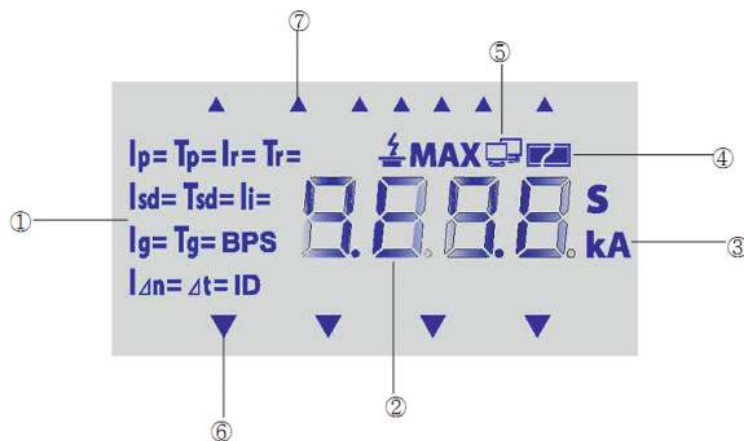

Рисунок 5 – Жидкокристаллический дисплей MR8.0
4.2.3.2 Интерфейс микропроцессорного расцепителя, смотри рисунок 5, значение в таблице 9.